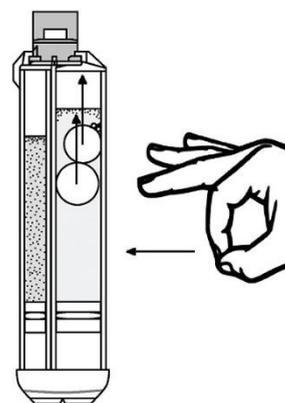

Abbildung 1
1. Die Spritze mit Klebstoff, Kolben und Applikatorspitzen aus der Verpackung herausnehmen. Die Spitze der Spritze nach oben haltend mehrmals auf die Spritzenkammern klopfen, damit die Luftblasen in den Lösungen an die Spitze der Spritze steigen (Abbildung 1).